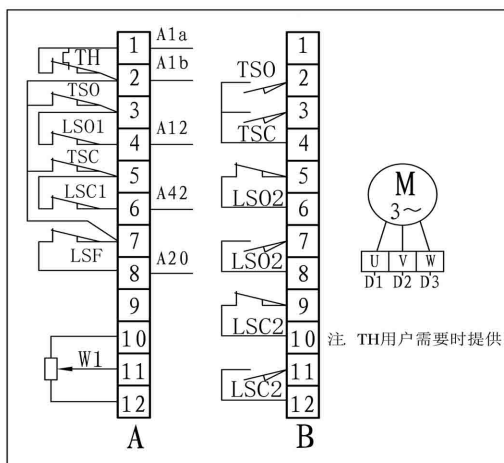
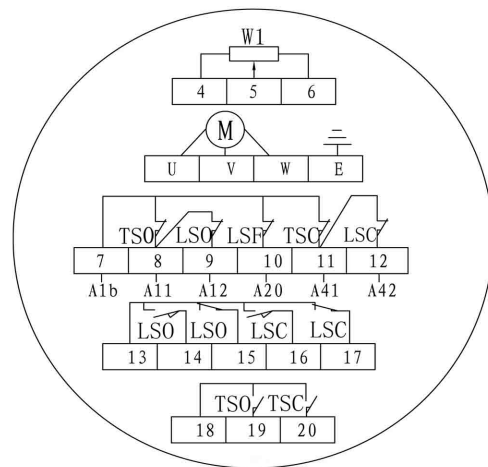

图 12 户外型端子接线图
图 13 隔爆型端子接线图
6.2 常规户外型及隔爆型电动装置端子接线图见图 12、图 13